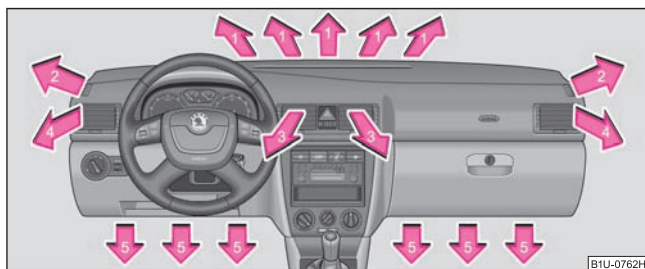
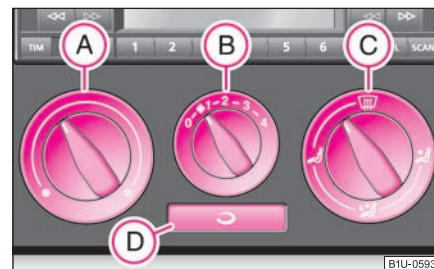

Fig. 99 Gurile de ventilație a aerului
Fig. 100 Încălzirea: Elementele de comandă
Admisia aerului prin fiecare gură de ventilație se reglează de la regulatorul (C) ⇒ fig. 100. Gurile de ventilație 3 și 4 ⇒ fig. 99 se pot deschide și închide separat.
Prin gurile de ventilație deschise este admis aer încălzit sau rece, în funcție de poziția regulatorului (A) ⇒ fig. 100 și de condițiile climatice. ■
- Rotiți regulatorul rotativ (A) ⇒ fig. 100 spre dreapta pentru a mări temperatura.
- Rotiți regulatorul rotativ (A) spre stânga pentru a reduce temperatura.
- Apăsați tasta  - lampa de control din tastă ⇒ pagina 83, fig. 100 se aprinde.